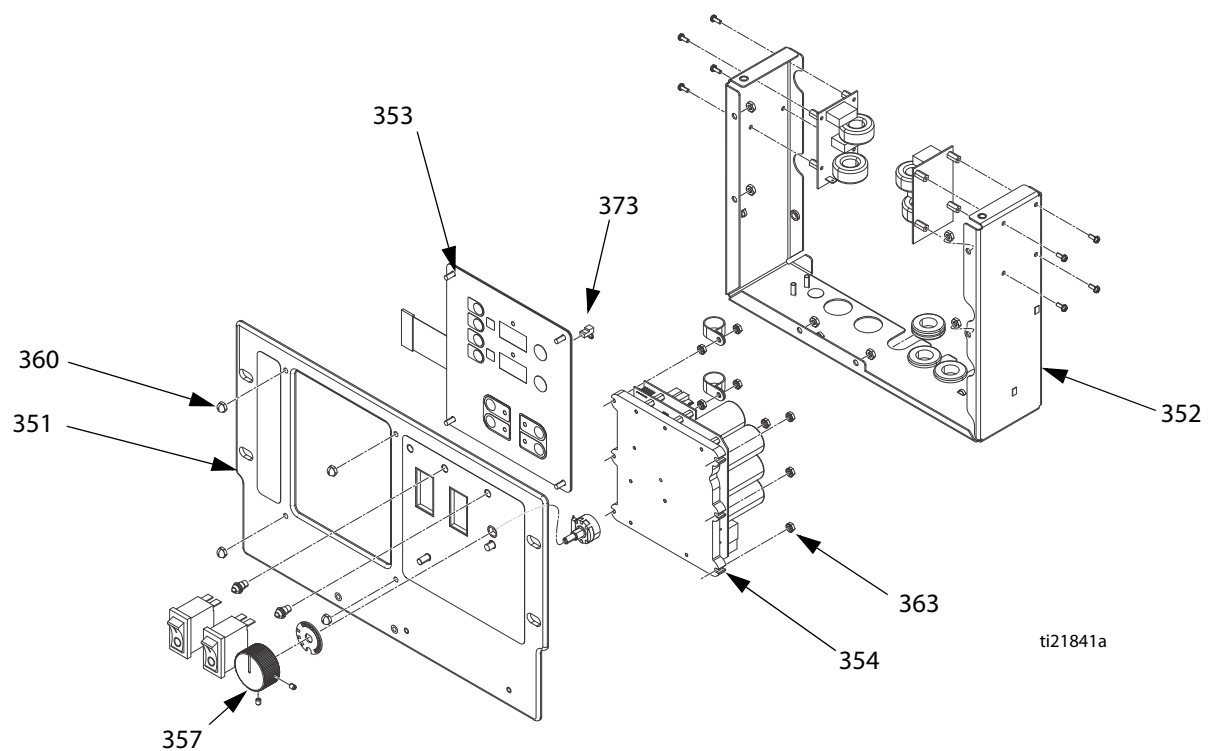

Рис. 10. Панель управления
2. Извлеките винты (21) и снимите крышку дисплея (26).
4. Отсоедините кабель главного дисплея (81) от верхнего правого угла дисплея температуры (353). См. Рис. 10.
5. Снимите перемычку (373) на задней стороне дисплея (353). Отложите в сторону и установите перемычку на новый дисплей.
6. Отсоедините плоские кабели (R) на задней стороне дисплея, см. Рис. 10.
7. Удалите гайки (360) с пластины (351).
8. Разберите дисплей (353), подробные сведения см. на Рис. 10.
9. Сборка осуществляется в обратном порядке, см. Рис. 10. Нанесите на резьбу герметик средней прочности (в указанных местах).
3. Отсоедините от платы (354) все кабели и разъемы. См. таблицу 8 на стр. 46.
4. Удалите шесть гаек (363) и снимите панель с платы управления (354). См. Рис. 10, стр. 44.